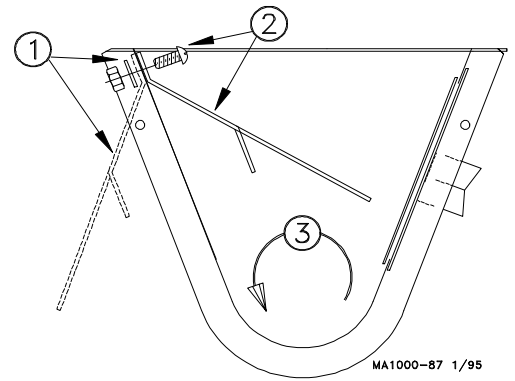

Figura 28. Deflector de bota con salida sencilla (vista del final)
1. Colocar el deflector en el exterior de la bota, como se muestra en la Figura 28, para que sirva de plantilla para taladrar los agujeros. Observar la dirección del sinfín con respecto a la colocación del deflector de bota.